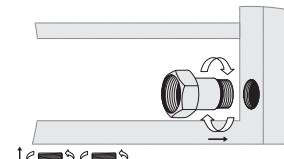
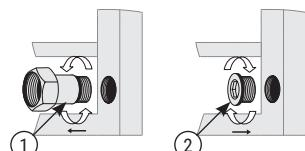

Рис. 2
Рис. 3
- 4.1. Стандартная комплектация изделий предусматривает нижнее подключение «в стену» и нижнее подключение EU50 (рис. 2).
- 5.3. Установить на коллектора заглушки (рис. 3 «1») и носики с накидными гайками (рис. 3 «2») в требуемом месте в зависимости от вида подключения (рис. 2, 3).